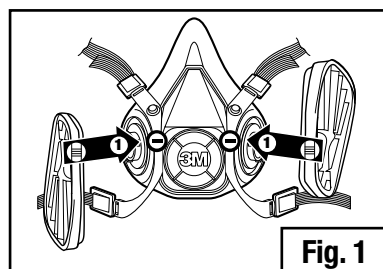

Fig. 1
1. Alinhe o entalhe na borda do assento 603 com a marca na peça facial conforme mostrado (Fig. 1).